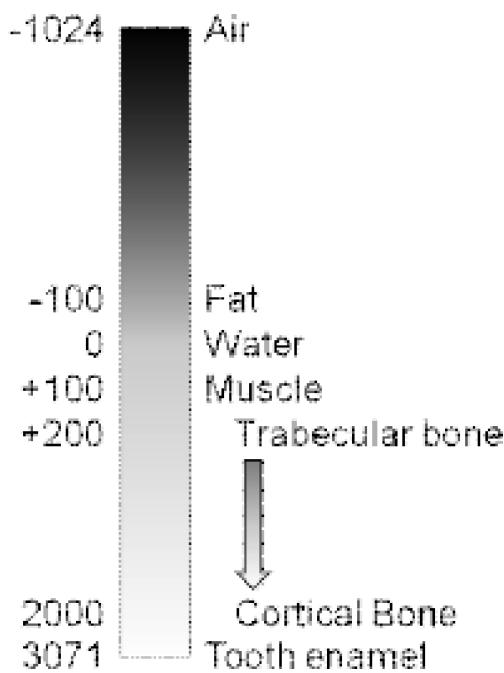

图 8-14 不同组织的 CT 值
CT 图像的灰度值是以 Hounsfield (HU) 标度来表示的。这个标度共有 4065 个梯度 (12bits)，这些梯度映射显示器的 256 个灰阶 (8bits)，涵盖了图 8-14 所示的直方图上全部范围的视窗可以观察到的所有组织。范围较窄的视窗能够更好地观察软组织或松质骨内部的细微差别。